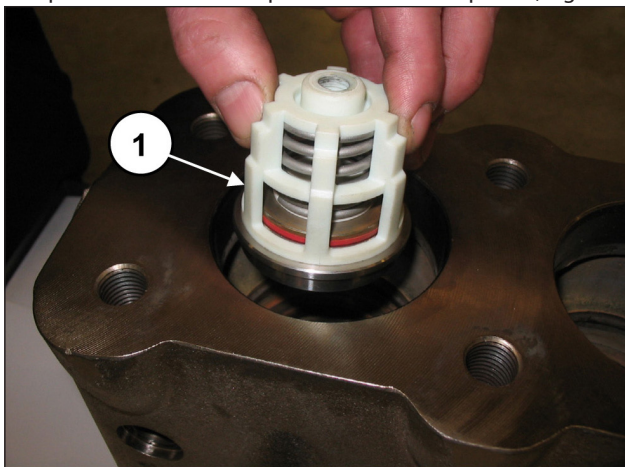
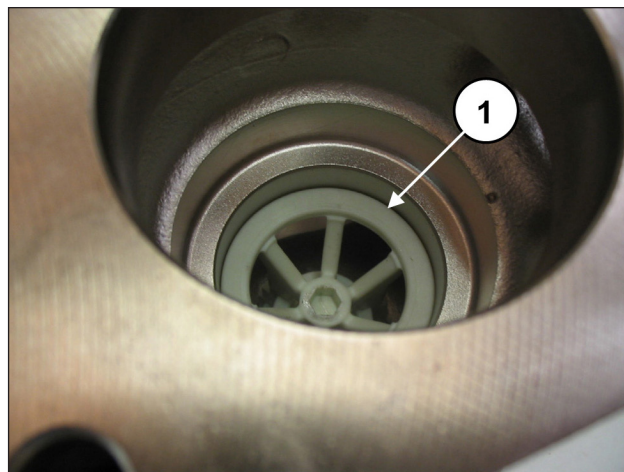

Fig. 113
Fig. 114
Inserire il gruppo valvola di aspirazione (pos. ①, Fig. 113) e successivamente il distanziale (pos. ①, Fig. 114).
Il gruppo valvola completo deve essere inserito completamente a fondo e presentarsi come in pos. ①, Fig. 114.